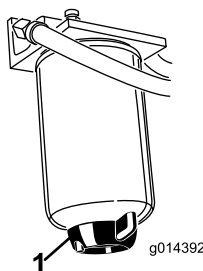

Figura 35
Drene el agua y otros contaminantes del separador de agua (Figura 35) a diario.
2. Afloje el tapón de vaciado en la parte inferior del cartucho del filtro (Figura 35).